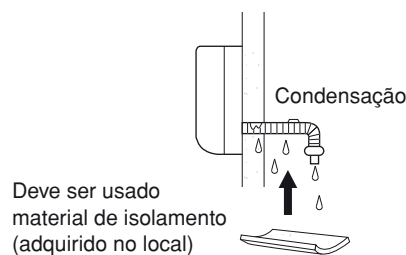

Fig. 44
- Se a mangueira de esgoto for correr na sala, isole a mangueira com o material de isolamento\* por forma que a condensação refrigerada não vá causar dano no mobiliário ou nos soalhos. (Fig. 44)